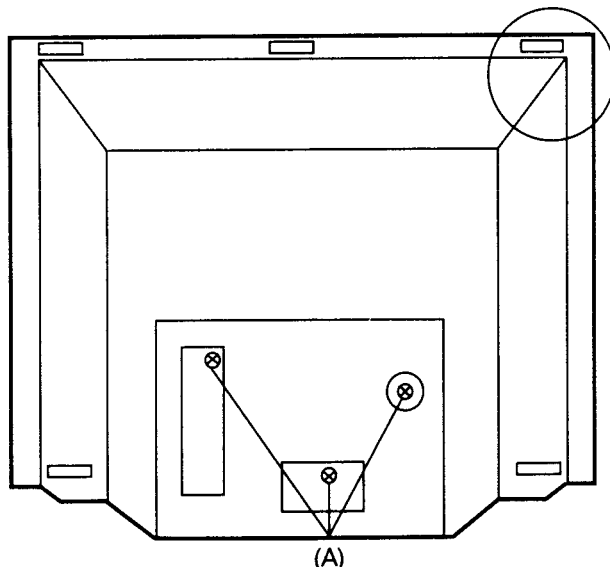

Fig.3 Abb.3
1. Remove the 3 screws (A) as shown in Fig.3.
1. Die 3 Schrauben (A) entfernen, siehe Abb. 3.